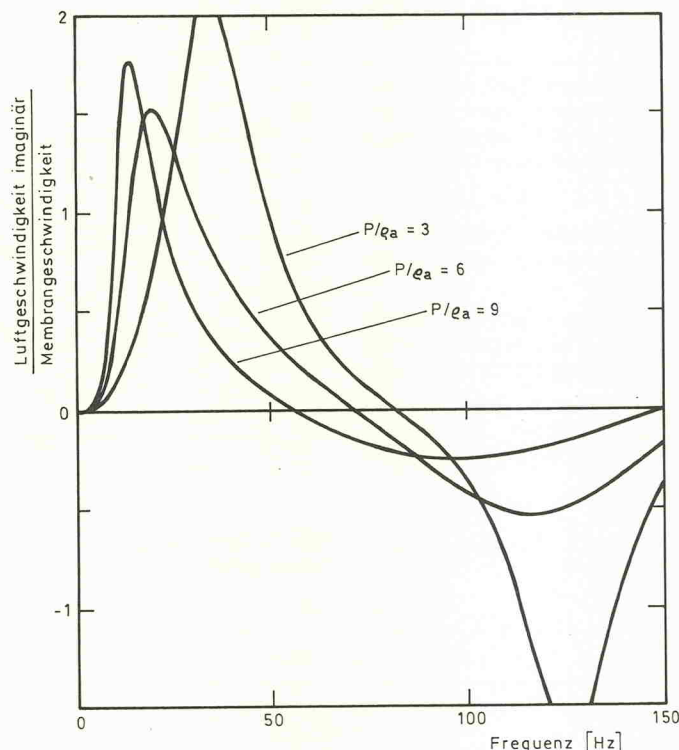

Bild 8. Imaginäranteil der Luftgeschwindigkeit am Ende der mit Wolle gefüllten TL.
zen, die den Resonanzen mit halben Wellenlängen entsprechen, treten auf, wenn der imaginäre Anteil der Geschwindigkeit in Abbildung 8 zu Null wird, das heißt, wenn $\sin(\alpha\omega L/a_0)$ in Gleichung (9) Null ist. Deshalb liegen diese Frequenzen bei 55, 71 und 82 Hz, jeweils für die Packungsverhältnisse von 9, 6 und 3.